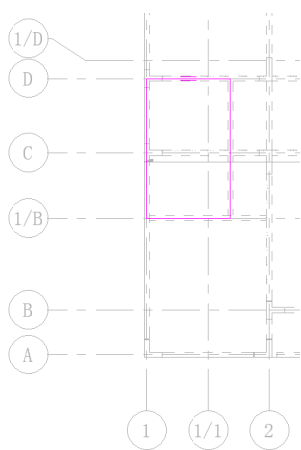

图 13-100 绘制边界
(3) 打开“修改|创建钢筋边界”选项卡, 单击“绘制”面板中的“矩形”按钮 , 绘制如图 13-100 所示的钢筋边界。